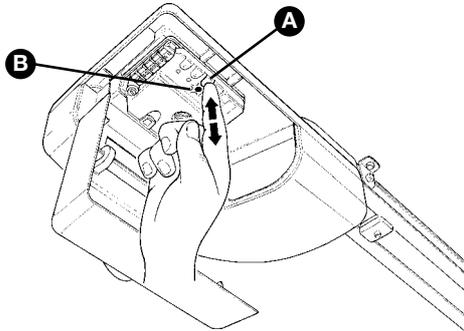

Figura 54
2 En la central, presione y mantenga apretado durante tres segundos el botón P3 (A), luego suéltelo (Figura 54).